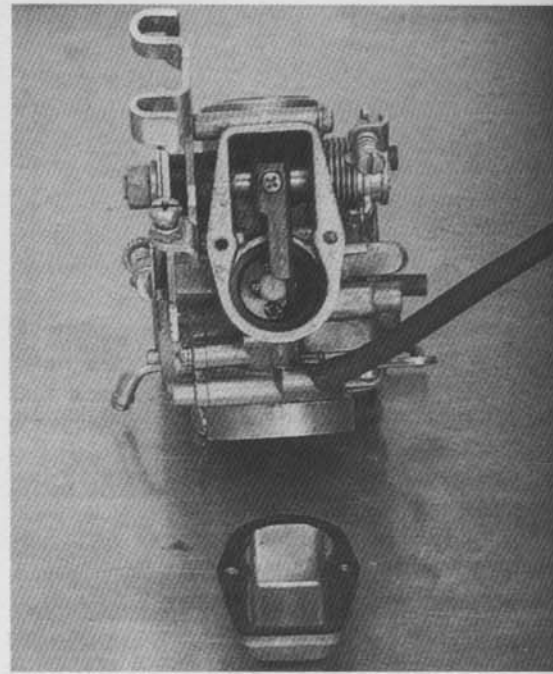

Bild 60 ►
- Nach Ausdrehen der zwei Kreuzschlitzschrauben im Kolbenboden (Bild 60), Verriegelungsplatte und Düsennadel entnehmen.